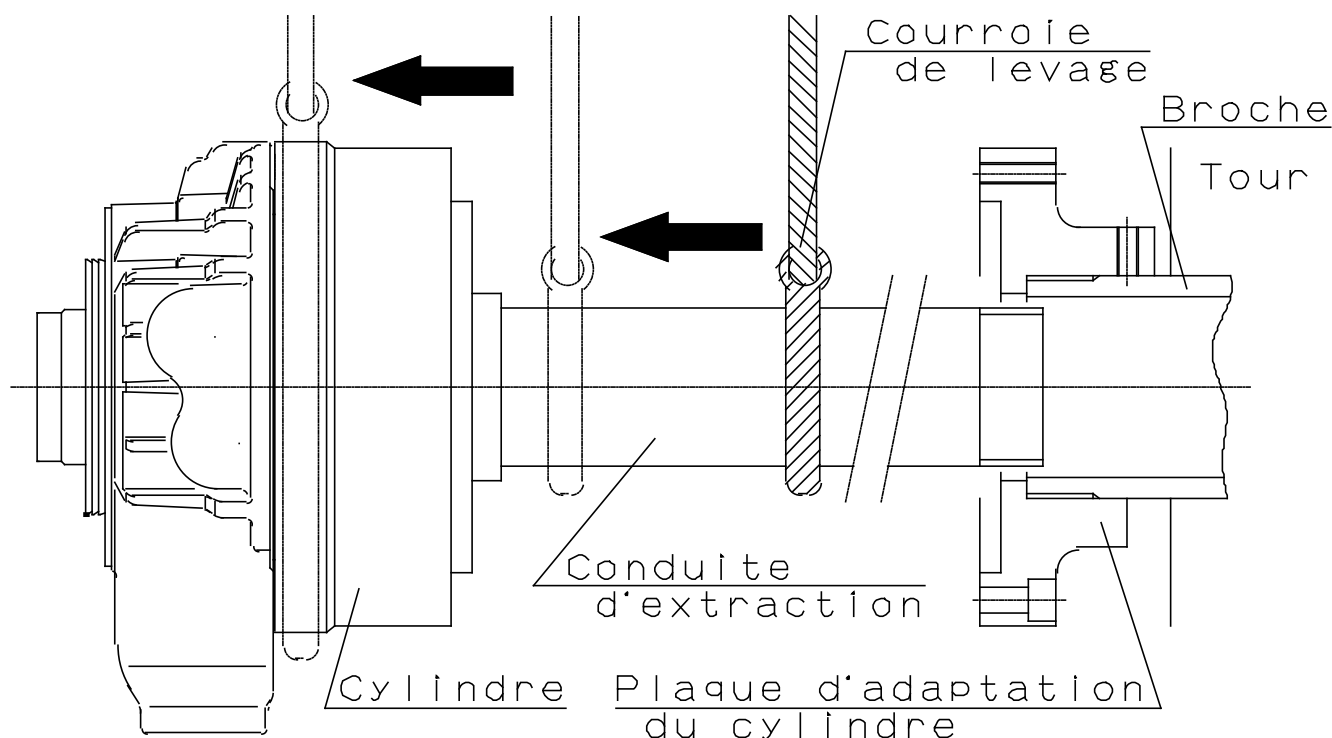

Figure 13
- Lors de la dépose / installation du cylindre, utilisez une courroie de levage et procédez comme suit. (Figure 13)